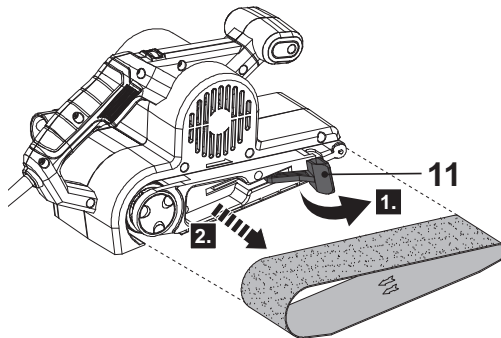

Fig. 6
1. Tirez le levier de verrouillage (11) vers l'extérieur et retirez la bande abrasive (8) (Fig. 6).